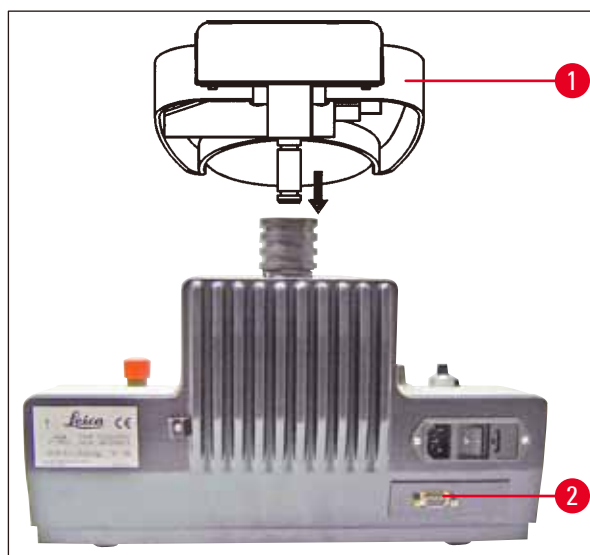

Fig. 8
- Montaggio sullo strumento, come mostrato in (→ Fig. 8).